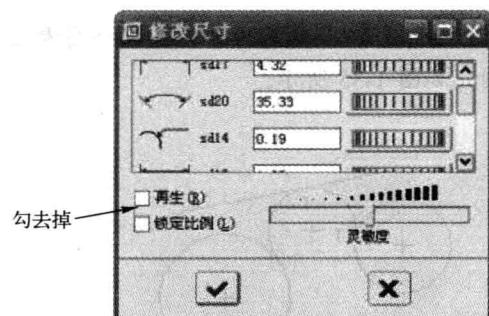
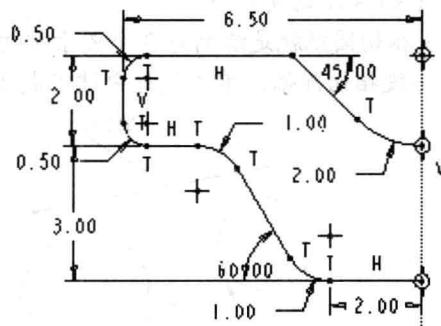

图 1-30 “修改尺寸”对话框
图 1-31 修改尺寸
② “35.33”角度的标注。鼠标单击水平直线，再单击斜线，移动鼠标到两相交直线夹角的适当的位置，单击鼠标中键，放置尺寸，同时完成角度尺寸标注。
③ “0.19”半径的标注。单击圆弧，再移动鼠标到圆弧外适当的位置，单击鼠标中键，放置尺寸，同时完成半径尺寸标注。
9) 修改尺寸。单击工具条中的“修改尺寸”按钮 $\text{F}$ ，选择要修改的尺寸，弹出“修改尺寸”对话框，如图 1-30 所示。修改尺寸前最好将“再生”复选框中的“ $\checkmark$ ”取消。选中所有要修改的尺寸，将其修改为零件图中所标注的尺寸。然后单击对话框中的 $\checkmark$ 按钮，完成尺寸的修改，如图 1-31 所示。